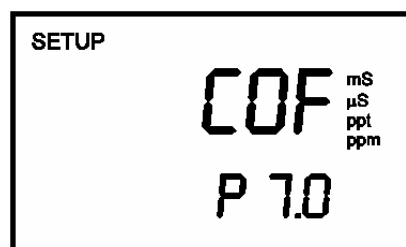

Figure 16 – P7.0 Paramétrage de configuration pour la conductivité et TDS
- 2) Appuyer sur les touches **▲** ou **▼** pour se déplacer parmi les sous-groupes jusqu'à l'affichage du paramètre P7.0. Voir figure 16.